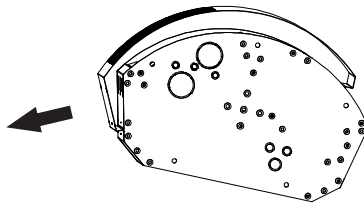

Рисунок 17.
- Отдвигая панель от себя, полностью достаем ее из технологического паза (см. рисунок 17).